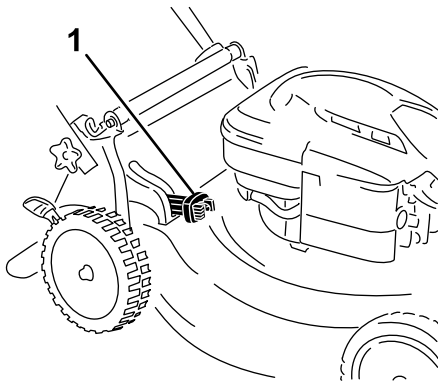

Figura 18
- **Para ensacar los recortes de hierba y hojas,** presione el botón de la palanca de ensacado a demanda y mueva la palanca hacia delante hasta que salte el botón de la palanca (Figura 18).